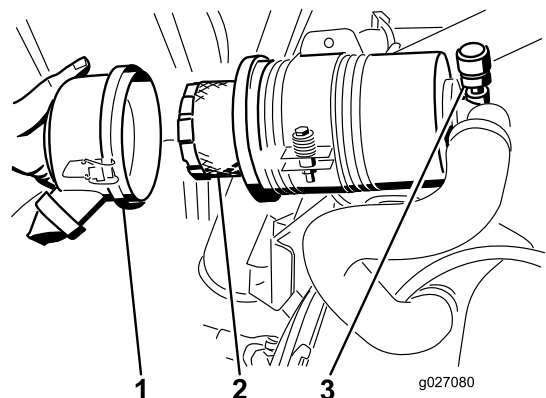

Figure 53
5. Déposez et remplacez le filtre (Figure 53).